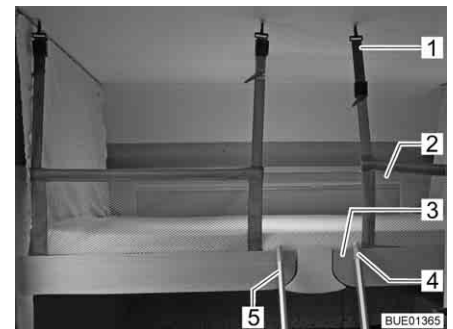

Fig. 116 Cama elevada con red de seguridad tendida
Red de seguridad La red de seguridad (Fig. 116,2) con los cinturones de retención se encuentra en la cama elevada, debajo del colchón. Tender la red de seguridad cuando las personas ya se encuentren en la cama elevada.
- Enganchar los cinturones de retención (Fig. 116,1) en los ganchos del techo.
Escalera de ascenso Acceder a la cama elevada únicamente a través de la escalera de ascenso (Fig. 116,5).
- Enganchar la escalera de ascenso (Fig. 116,5) con las dos horquillas (Fig. 116,4) en el agarradero (Fig. 116,3) de la cama elevada.
- Desenganchar la escalera de ascenso (Fig. 116,5) del agarradero (Fig. 116,3) de la cama elevada.